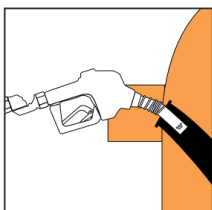

Figure 6
- TDW-11A (TDW-7H) автоматическим раздаточным краном. В случае автоматической отсечки при наливе «до полного бака» не следует сразу извлекать TDW-11A (TDW-7H), оставьте топливораздаточный кран в горловине бака автомобиля в течение нескольких секунд. Далее можно вернуть кран в ТРК (См. figure 6)